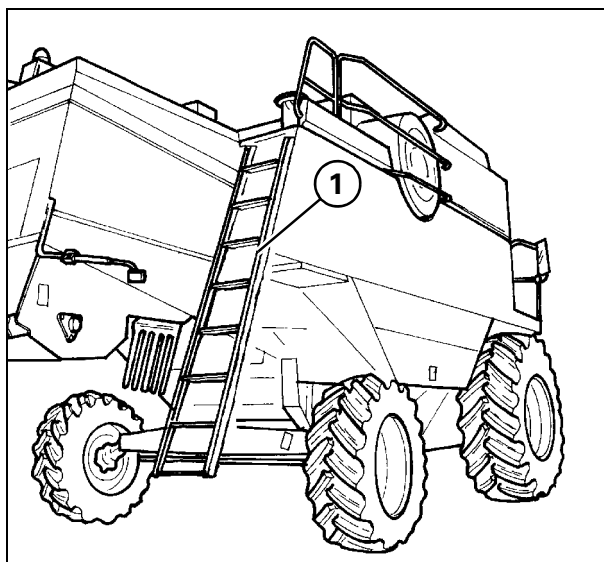

Рис. 78
2. ДОСТУП В МОТОРНЫЙ ОТСЕК - Рис. 78
Для доступа в корпус клавишного соломотряса использовать заднюю лестницу (1 Рис. 78).